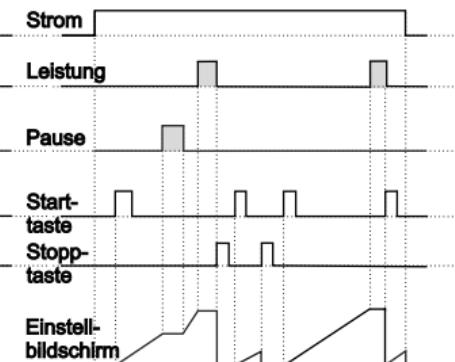

Abbildung 2.4
1.4.2 Wenn Aufwärtszählen  $\text{dEct} = 0$  und  $\text{butF} \text{ oFF}$  ist, wird das Regelschema in Abbildung 2.4 gezeigt.